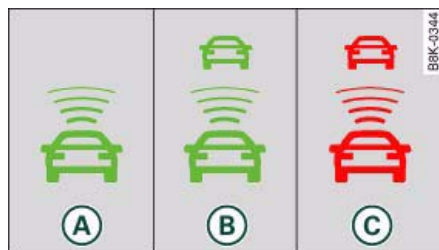

Fig. 116 Cuadro de instrumentos: Testigo
- **A** **Vía libre:** El testigo de control verde **A** ⇒ fig. 116 luce si el adaptive cruise control está activado y no se detecta ningún vehículo que circule por delante. La velocidad programada se mantiene constante.